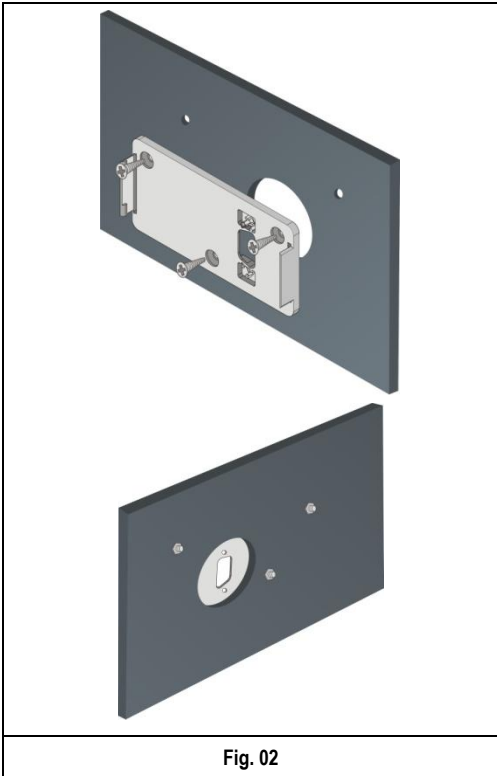

Fig. 02
2. Fixar o suporte da IHM com os parafusos e as porcas (**Fig. 02**).
2. Fije el soporte de la IHM con los tornillos y las tuercas (**Fig. 02**).
2. Fixez le support de l'IHM avec les vis et les écrous (**Fig. 02**).
2. Attach the HMI base using the screws and nuts (**Fig. 02**).